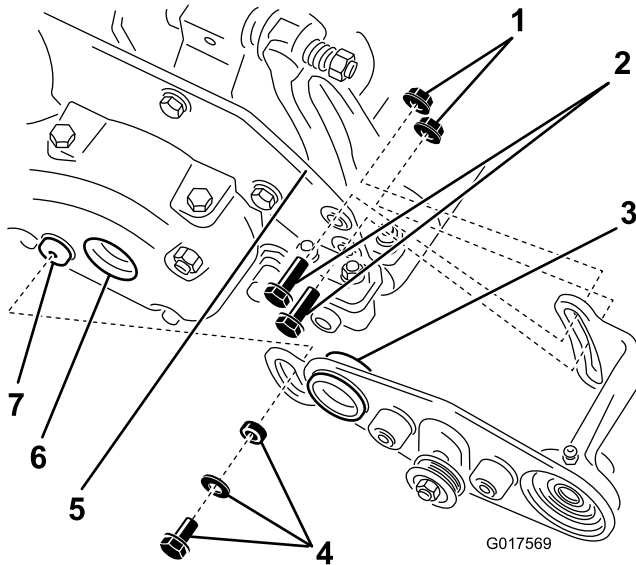

図 13
5. 左ブラシサポートのパイロットにOリングをはめる 図 13。
- B. 左ブラシサポートのパイロットのOリングにグリスを薄く塗布する 図 13。
- C. グルーマカバーの中央部の穴中にパイロットを挿入し、左ブラシサポートの前側をグルーマのボスに固定するベアリングスペーサ、ワッシャ、スレッドロックボルトを使用する 図 13。
- D. 左ブラシサポートの後側をカuttingユニットのサイドプレートの内側に固定する六角ボルト2本とフランジナット2枚を使用する 図 13。